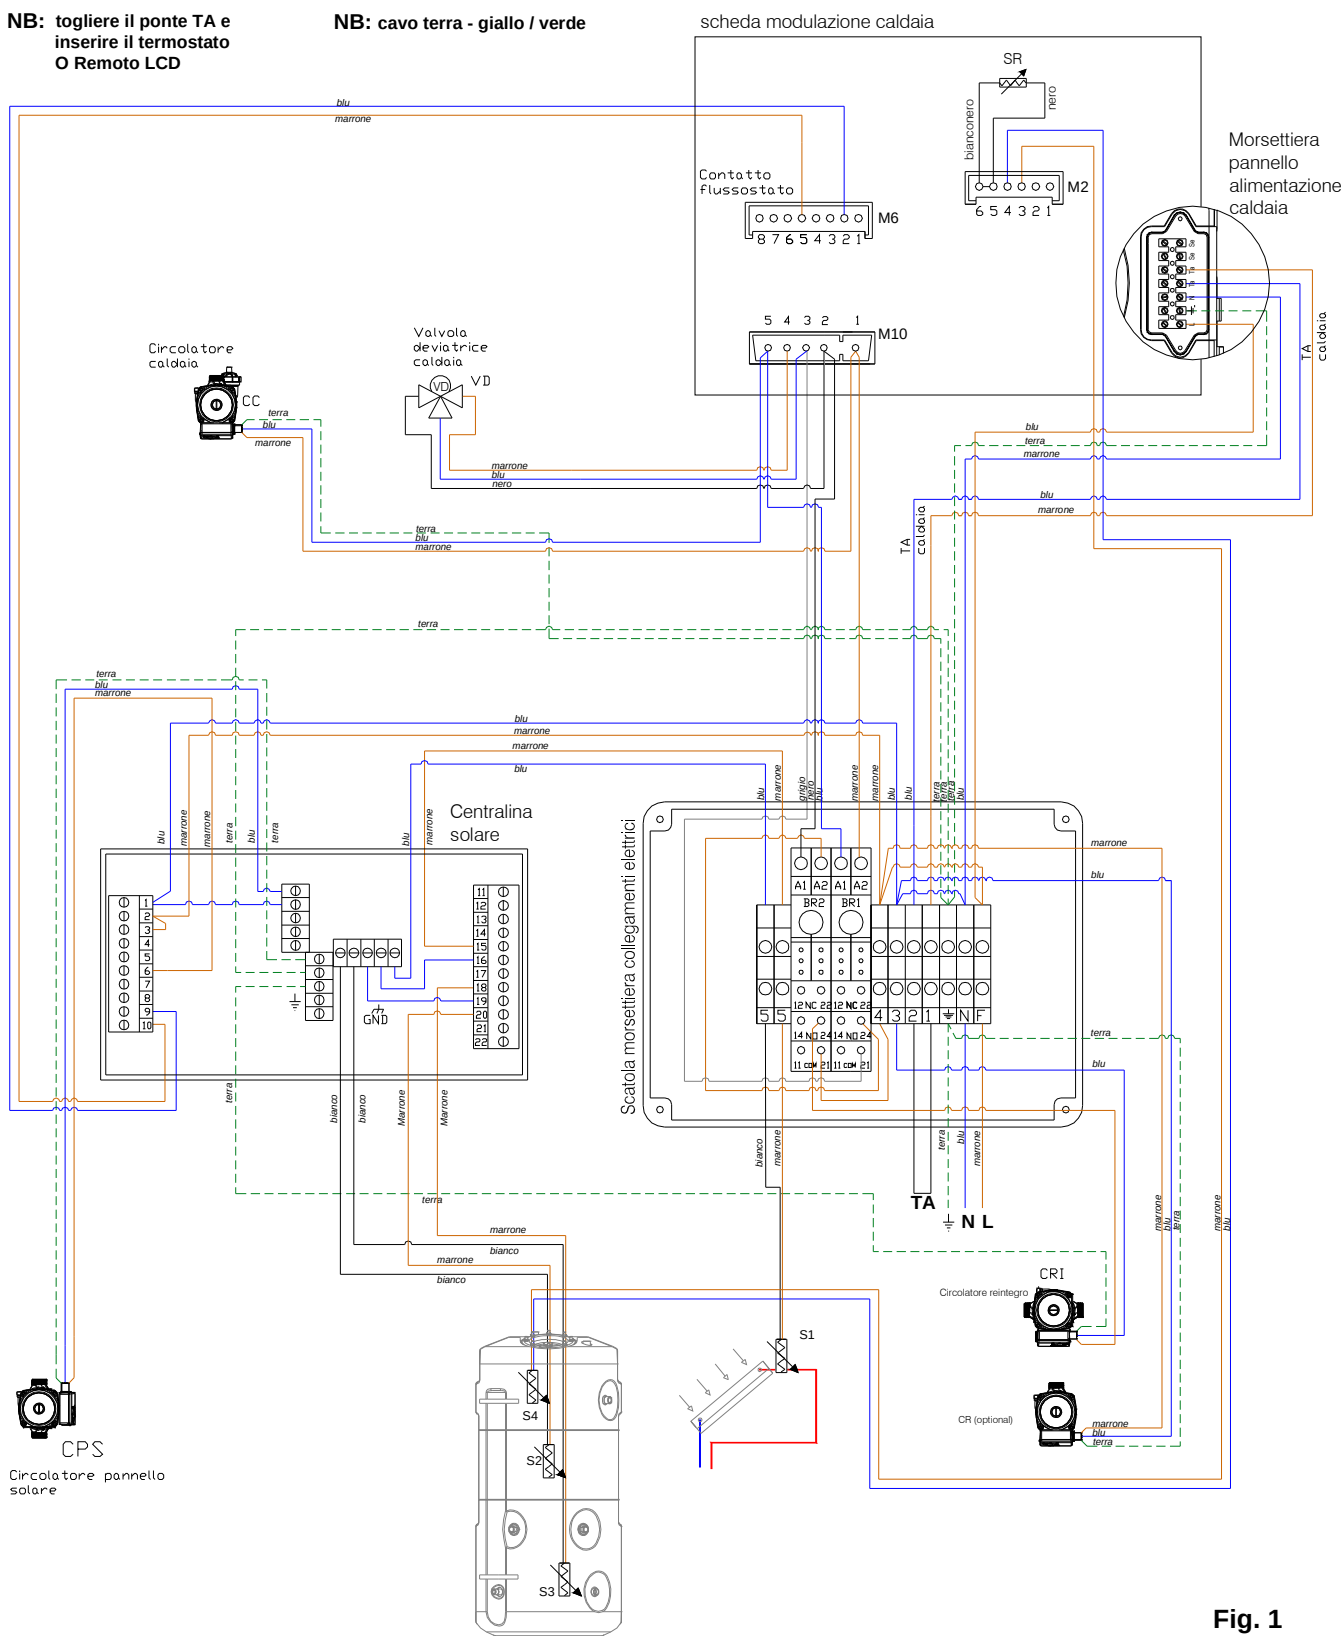

Fig. 1
6.7.3 Collegamento del termostato ambiente fig. 1 (optional) o REMOTO LCD fig. 2 (optional)